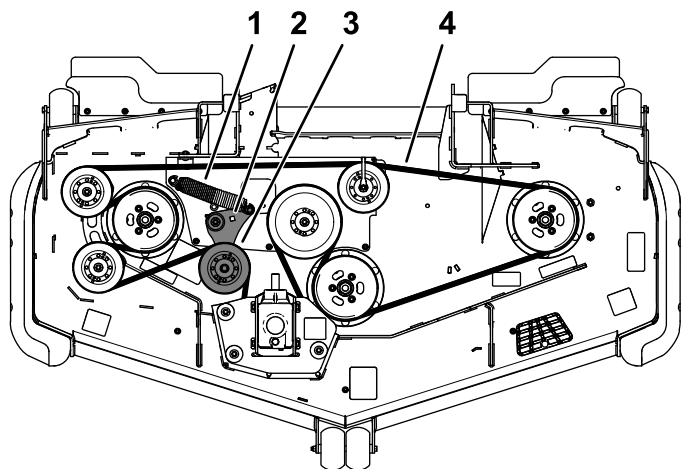

Figura 55
5. Inserite un cricchetto nel foro quadrato del braccio di rinvio per allentare la molla del tenditore (Figura 55).
7. Montate la nuova cinghia attorno alle pulegge del tosaerba (Figura 55).
8. Accertatevi che le estremità della molla siano posizionate nelle scanalature di ancoraggio, e utilizzando il cricchetto nel foro quadrato, montate la cinghia attorno alla puleggia tendicinghia (Figura 55).